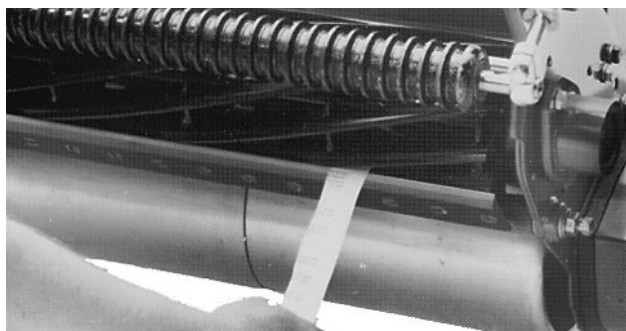

Fig. 5
3. Numa das extremidades do lado da frente do carretel, colocar uma faixa longa de papel de jornal entre o carretel e a faca da base (Fig. 5). Enquanto o carretel está a girar lentamente para a frente, apertar o parafuso de ajuste da faca da base (na mesma extremidade do carretel), um castelo de cada vez, até que o papel seja ligeiramente apanhado quando for colocado pela parte da frente paralelo com a faca da base, o que resulta numa ligeira retenção quando se puxa o papel (Fig. 4).
5. Depois da regulação, verificar para ver se o carretel pode apanhar o papel quando este é colocado pela parte da frente e corta o papel quando este é colocado em ângulo recto em relação à faca da base (Fig. 5). Deve ser possível cortar o papel com o mínimo contacto entre a faca da base e as lâminas do carretel. Se houver retenção excessiva do carretel, será necessário ou retirar material ou voltar a rectificar a unidade de corte para alcançar os gumes aguçados necessários para corte rigoroso (consultar o manual da Toro sobre a técnica de afiar os carretéis).